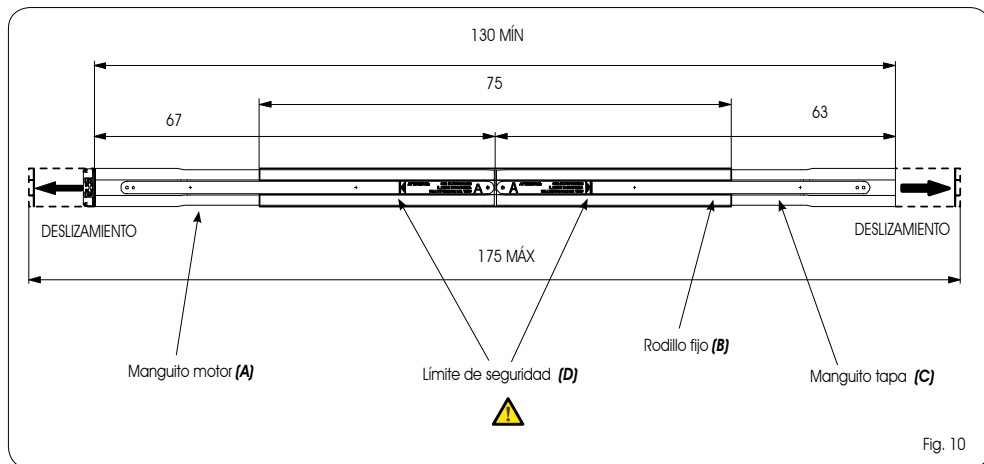

Fig. 10
Para obtener el valor mínimo introduzca completamente los 2 manguitos (Fig.10 ref. A-C) en el interior del rodillo fijo (Fig. 10 ref.B). (Longitud del rodillo 130 cm)
Para obtener el valor máximo extraiga los 2 manguitos (Fig.10 ref. A-C) del rodillo, hasta el límite de seguridad marcado en la pletina (Fig.10 ref.D). (Longitud del rodillo 175 cm)
**⚠ CUANDO DESLICE LOS MANGUITOS HACIA LOS EXTREMOS EXTERNOS DEL RODILLO FIJO, PRESTE ATENCIÓN A NO SOBREPASAR NUNCA LOS LÍMITES DE SEGURIDAD (Fig.10 ref.D)**
### 4.2 ENSAMBLAJES DESCRITOS EN LOS CAPÍTULO 3.3 (Fig. 10)